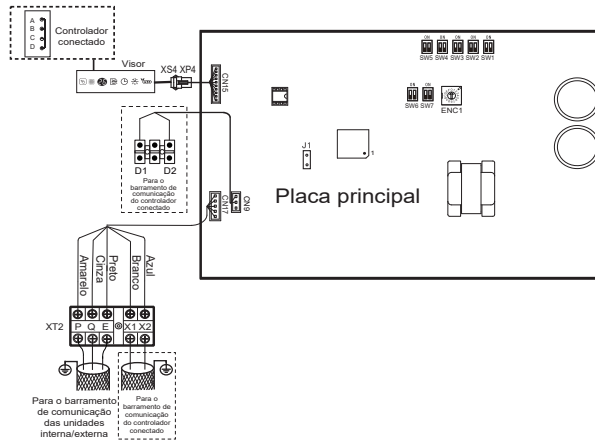

Figura 33
- As portas X1, X2, D1, D2 nas laterais da placa de controle principal e a porta de comunicação unidirecional (lado da placa do visor) são para diferentes tipos de controladores conectados (consulte as Figura 33).